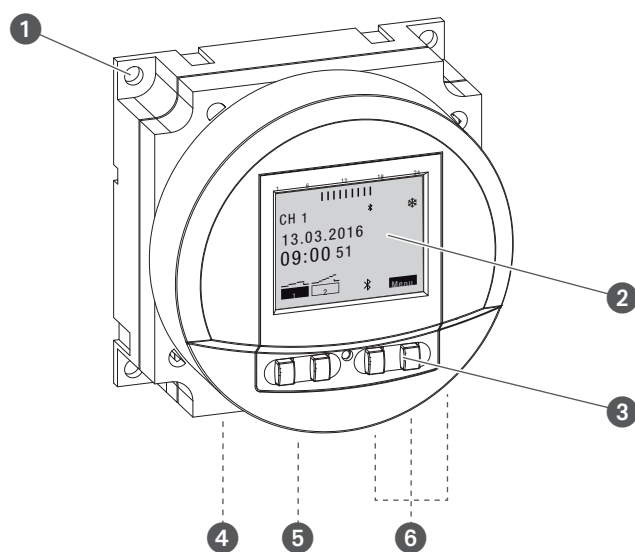
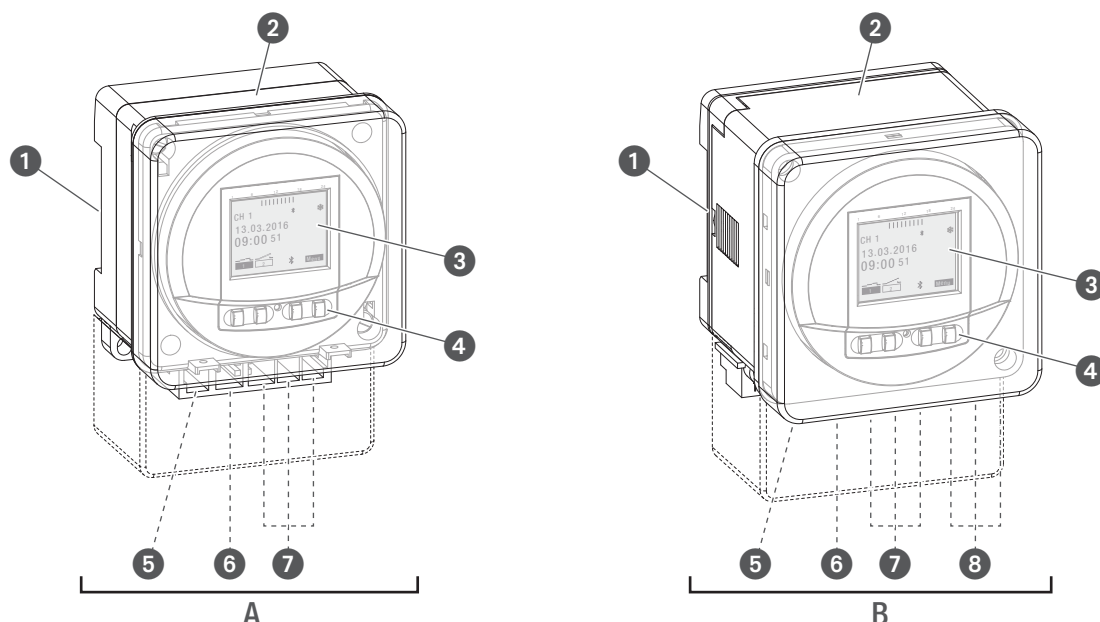

Fig. 1: Temporizador FMD smart
Fig. 2: Temporizador tactic smart
Consoante o modelo, o temporizador é adequado para montagem embutida, montagem de superfície ou com um sistema de encaixe sobre uma calha DIN (☞ Capítulo "Instalação" na página 284); o temporizador aciona cada um dos dispositivos conectados. Consoante o modelo, o temporizador dispõe de 1 ou 2 canais e pode ser utilizado através de um visor (fig. 1/②, fig. 2/③) com 4 botões de comando (fig. 1/③, fig. 2/④). O temporizador pode ser programado manualmente ou através de um dispositivo móvel. A frequência do sinal de rádio é de 2,4 GHz e a potência de transmissão máxima é de 1,8 mW. Só é possível programar o temporizador após este ser ligado a uma alimentação de tensão externa.